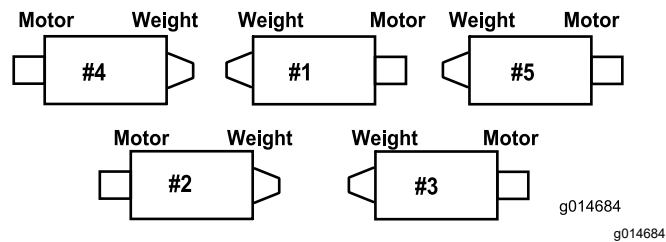
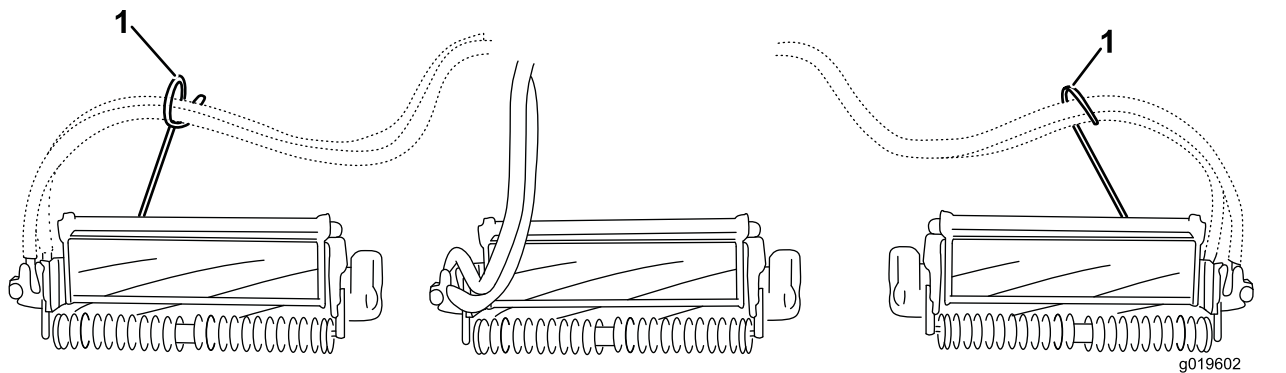
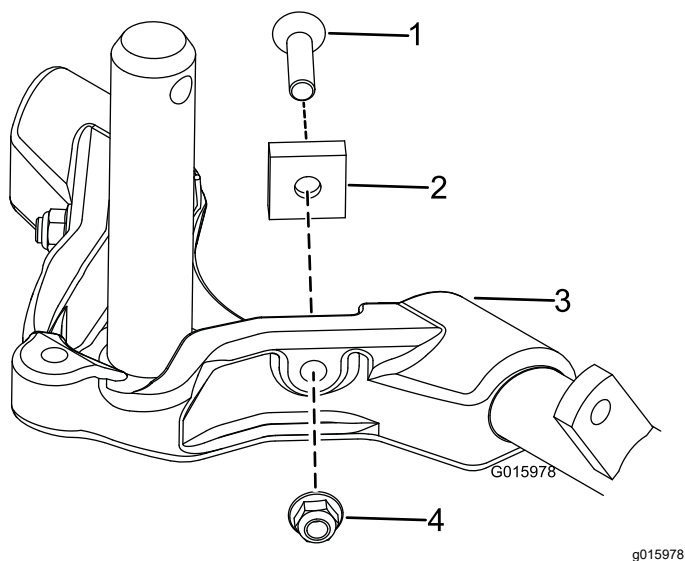

Bild 12
Bild 14
Bild 15
Wichtig: Montieren Sie an den Schneideeinheiten Nr. 4 (vorne links) und Nr. 5 (vorne rechts) die Schlauchführungen mit den Befestigungsmuttern der Stangenhalterung vorne an den Schneideeinheiten nasen. Die Schlauchführungen sollten sich zur mittleren Schneideinheit neigen (Bild 12 bis Bild 14).
6. Verbessern Sie die Lenkung an den hinteren Schneideinheiten, indem Sie die zwei Gelenkdistanzstücke, Sechskantschrauben und Bundmutter (Bild 15) von den Trägerrahmen der hinteren Schneideinheiten (Nr. 2 und Nr. 3) entfernen (Bild 12).